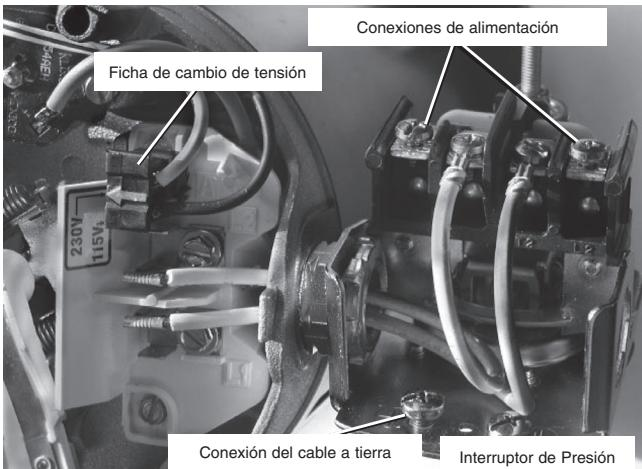

Figura 6:Tensión configurada para 230 V, tipo ficha.
4. Conecte los conductores de alimentación a los dos tornillos exteriores en el manóstato según se ilustra en el Figura 6.
5. Conecte el cable a tierra a una de las conexiones a tierra según se ilustra en la Figura 6.
3. Conecte los conductores de alimentación a los dos tornillos exteriores en el manóstato según se ilustra en el Figura 6.
4. Conecte el cable a tierra a una de las conexiones a tierra según se ilustra en la Figura 6.
1. Conecte el alambre de puesta a tierra primero según se ilustra en la Figura 6. El alambre de puesta a tierra debe ser un alambre de cobre sólido por lo menos tan grande como los alambres de suministro de corriente.
4. Conecte los alambres de suministro de corriente al conmutador de presión según se ilustra en la Figura 6.